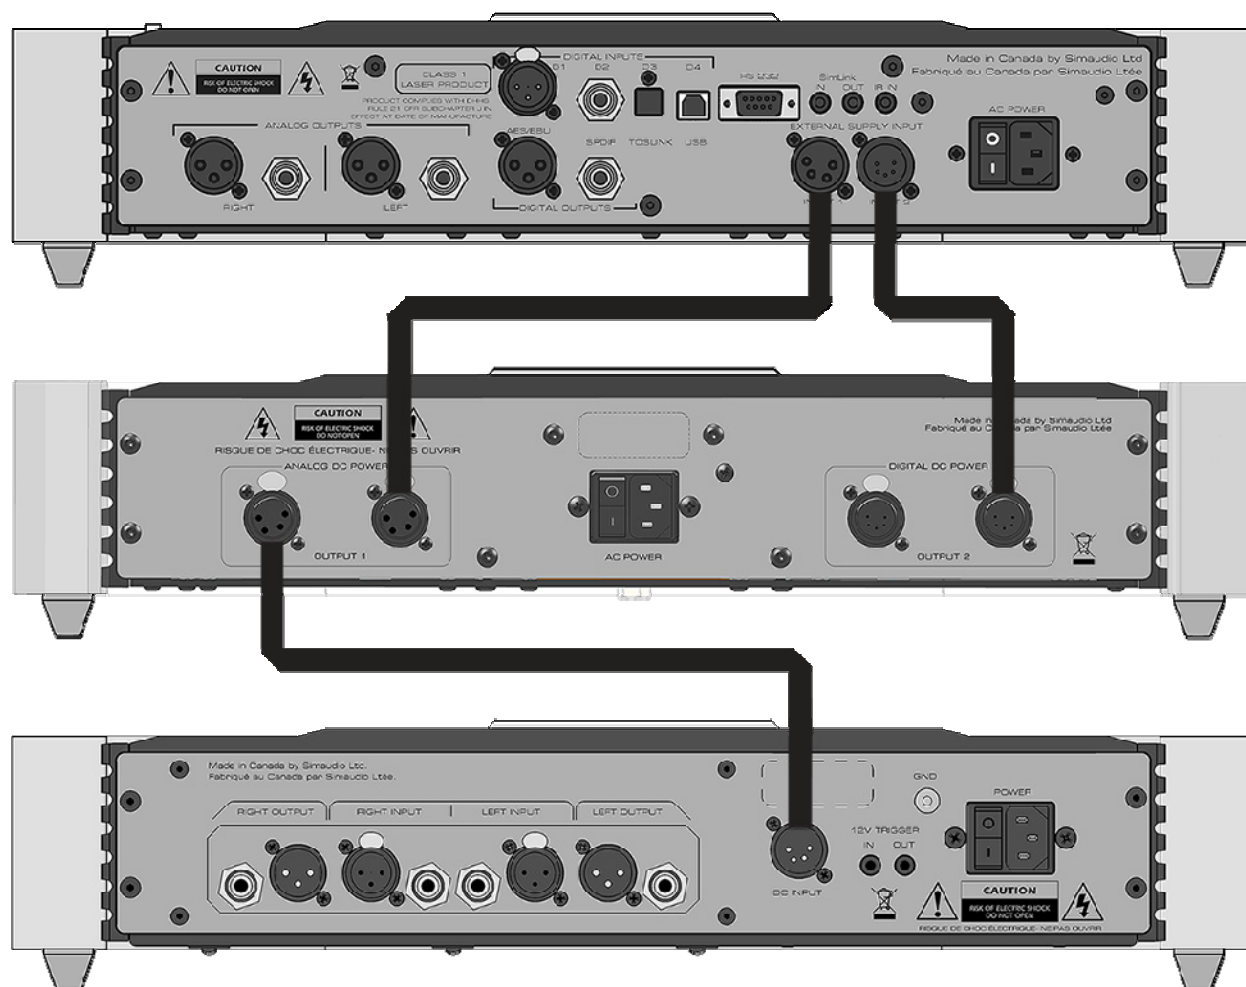

Figure 2 : Branchement du MOON 820S à d'autres composants MOON Evolution
2. Branchez le câble XLR à 4 broches à l'une des sorties XLR à 4 broches de l'« Output 1 » sur le panneau arrière du **MOON 820S** et l'entrée correspondante XLR à 4 broches à votre composant MOON Evolution, comme on le voit à la figure 2 sur la page suivante.
3. Si cela s'applique, branchez le câble XLR à 5 broches à l'une des sorties XLR à 5 broches de l'« Output 2 » sur le panneau arrière du **MOON 820S** et l'entrée correspondante XLR à 5 broches à votre composant MOON Evolution, comme on le voit à la figure 2 sur la page suivante.
**Remarques :** (i) L'exemple de la figure 2 montre un lecteur de CD/convertisseur N/A 750D (en haut) connecté à un **MOON 820S** (au milieu) par un câble XLR à 4 broches et un câble XLR à 5 broches, et un préamplificateur phono 610LP (en bas) connecté au **MOON 820S** uniquement par un câble XLR à 4 broches. (ii) Lorsque vous utilisez le **MOON 820S**, l'interrupteur basculant de tout autre composant relié est contourné. (iii) Lorsqu'aucun composant n'est connecté au **MOON 820S**, l'appareil se place en mode attente après 20 minutes.